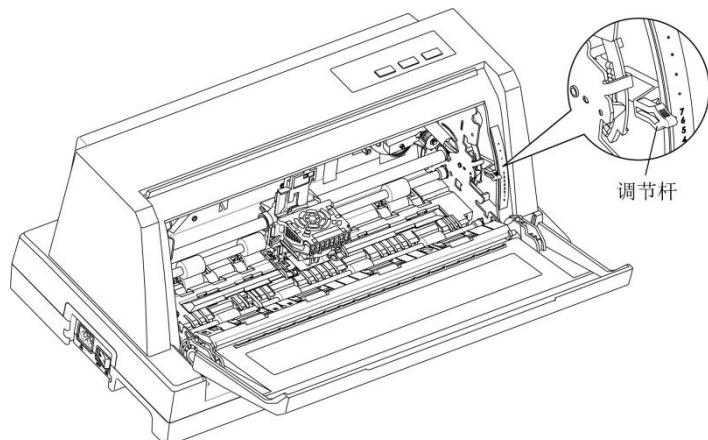

图 2
- 2) 如图 2 所示，请根据纸张的厚度调整调节杆档位，档位的选择方法见本章 2-4。